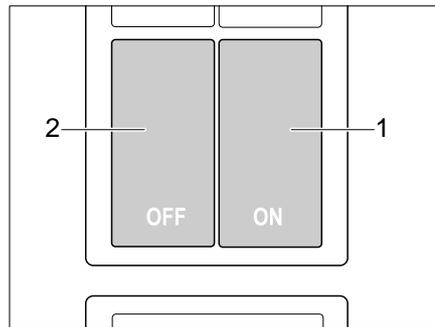

Bild 17 Schalter für Zentralverriegelung der Küchenbedienzeile
Die Küchenbedienzeile ist mit einer Zentralverriegelung ausgestattet. Die Klappen und Schubfächer des Küchenblocks lassen sich über den Schalter (Bild 17) manuell verriegeln und entriegeln.
- Schalter (Bild 17,1) drücken. Klappen und Schubfächer des Küchenblocks sind verriegelt.
- Schalter (Bild 17,2) drücken. Klappen und Schubfächer des Küchenblocks sind entriegelt.